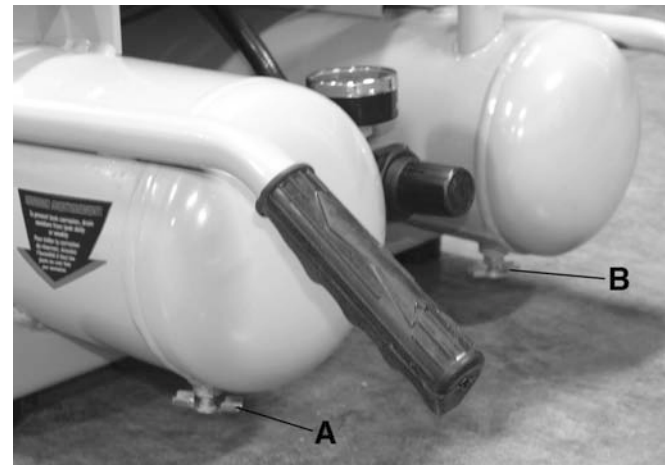

FIGURE 4
SOUPAPES DE VIDANGER (A ET B) FIG.4: Les soupapes de vidanger sont situées à la base de chaque réservoir et sert à vider la condensation au terme de chaque usage. Tournez les soupapes dans le sens horaire pour les ouvrir (aucune accumulation de pression dans les réservoirs). Tournez les soupapes dans le sens antihoraire pour les fermer (accumulation de pression dans les réservoirs).
- 3) Tournez les soupapes de vidanger (A et B) Fig.4 dans le sens horaire, les ouvrant entièrement pour écoulés l'eau dans les réservoirs.